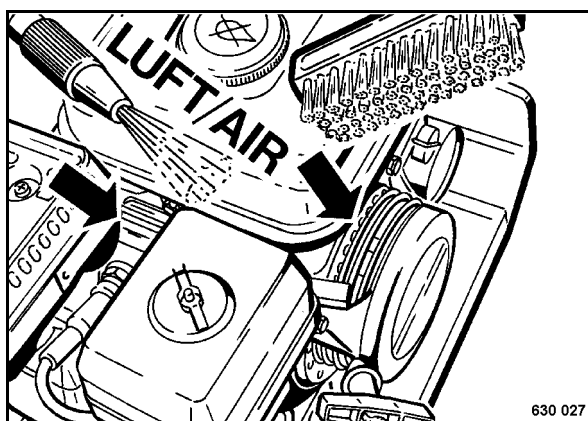

рис. 32
- Разрыхлить засохшую грязь на всех ребрах охлаждения и отверстиях для охлаждающего воздуха с помощью подходящей щетки и прочистить сжатым воздухом (рис. 32).